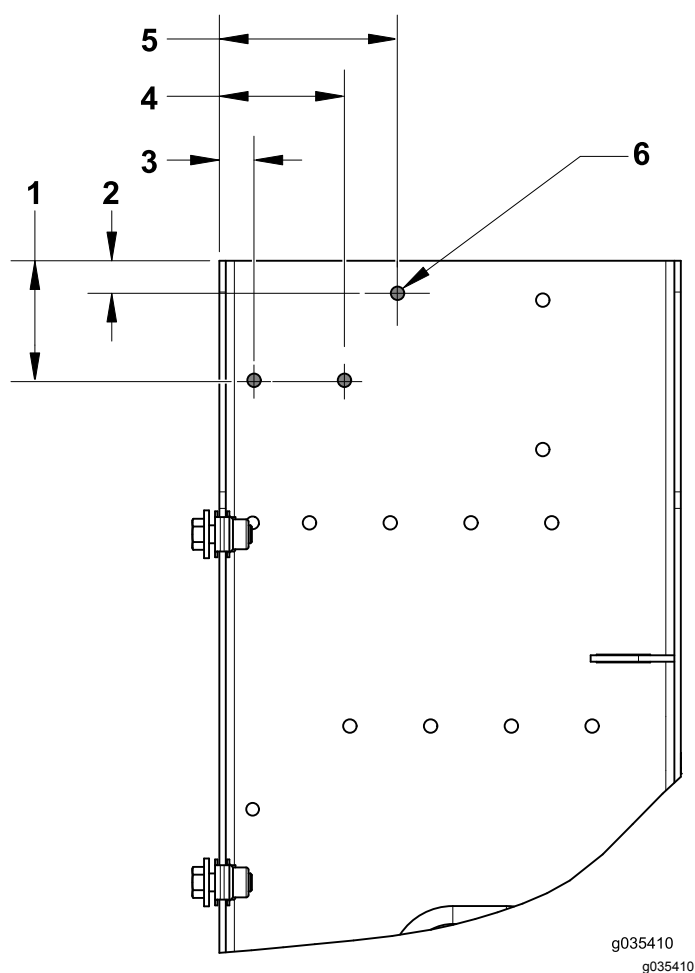

Bild 6
2. Ermitteln und bohren Sie die folgenden Löcher für den Sicherungsblock und das Relais (Bild 6).